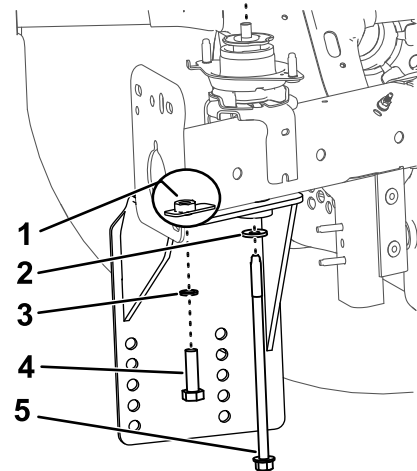

Figure 1
4. Fixez légèrement les plaques latérales gauche et droite sous le cadre à l'aide de 2 boulons (M14), 2 rondelles-frein fendues (M14) et les fixations existantes, comme montré à la Figure 1.